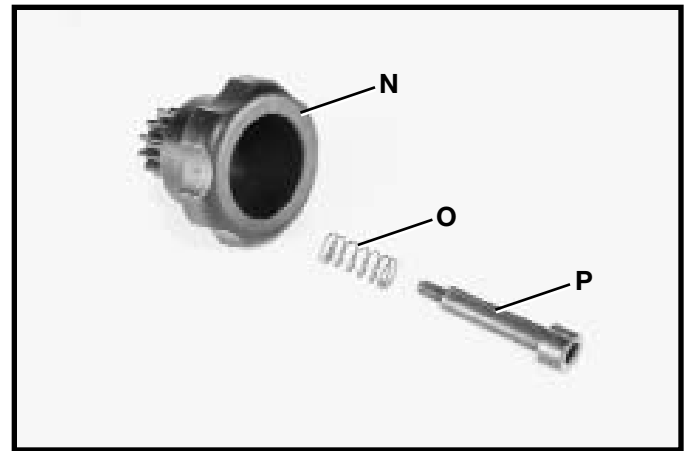

Fig. 9
6. Localice la perilla del piñón (N) Fig. 9, el resorte (O) y el tornillo especial (P).